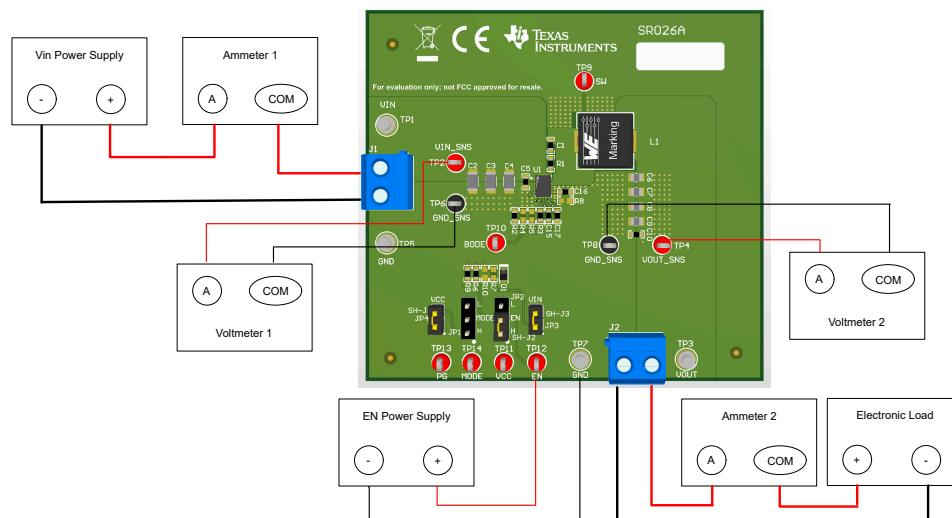

图 2-1. EVM 测试设置
参考表 2-1 所述的 EVM 连接，建议用于评估 TPS513885 的测试装置如图 2-1 所示。在提供 ESD 保护的工作站上工作时，请确保在处理 EVM 之前已连接所有腕带、靴带或垫子以使用户接地。
1. 在连接直流输入源之前，将输入电源的电流限值设置为最大 0.1A。确认输入源最初设置为 0V 并连接到 VIN_SNS 和 GND_SNS 连接点，如图 2-1 所示。
2. 连接 EN 直流源并将输入电源的电流限值设置为最大 0.1A。确认输入源最初设置为 0V 并连接到 EN 和 GND_SNS 连接点，如图 2-1 所示。